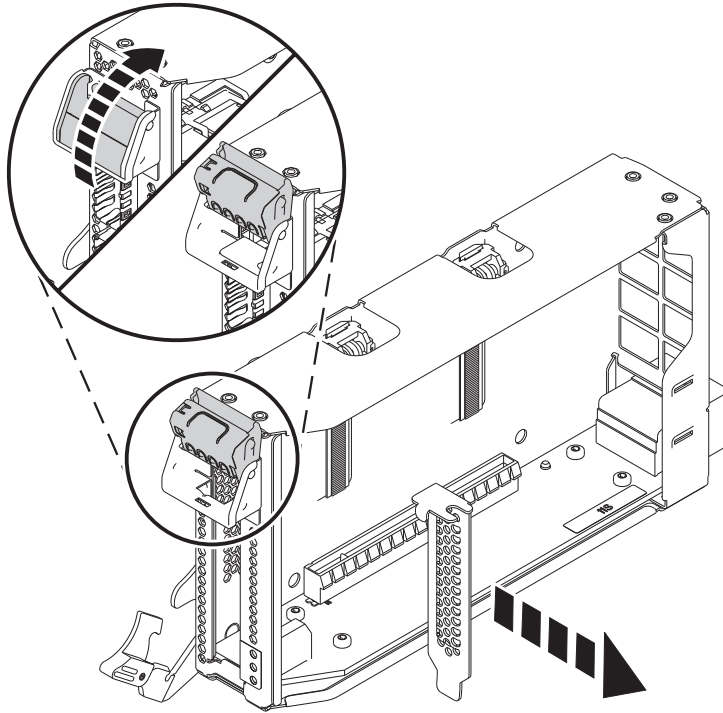

Figura 29. Extracción del relleno del adaptador PCIe de la casete del adaptador
- c. Para desbloquear la contrapunta del relleno, gire el pestillo que se halla en el extremo de la contrapunta de la casete como se muestra en la Figura 29 en la página 30.
- d. Extraiga la contrapunta del relleno de la casete, como se muestra en la Figura 29 en la página 30.